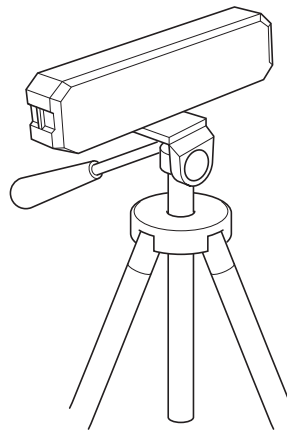

Fig 3
- La base multifonction dispose d'un filetage standard de M6,35 x 1,25 pour la fixation à un trépied (non fourni) (Fig. 3). C'est idéal pour niveler des éléments de cuisine, des plans de travail, des encadrements de fenêtres, etc.